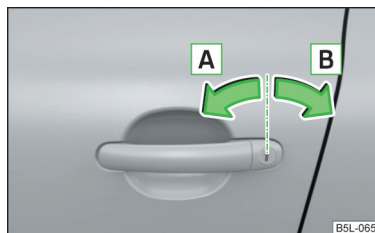

Fig. 12
- Gire la llave en el bombín de cierre de la puerta del conductor en la dirección de marcha (posición de desbloqueo) **A** » fig. 12.
- Gire la llave en el bombín de cierre de la puerta del conductor en dirección contraria a la marcha (posición de bloqueo) **B** » fig. 12.